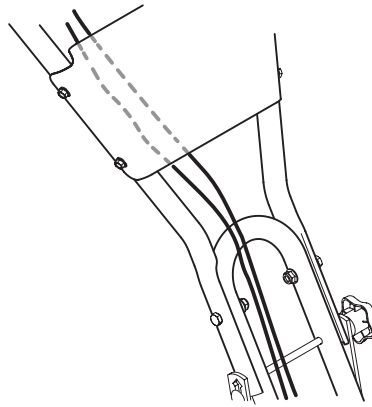

Figure 5
- Déballez soigneusement les câbles d'embrayage de leur position d'expédition. Pour fixer les câbles d'embrayage, faites passer les câbles à l'avant de la partie inférieure du guidon et derrière le levier. Voir la Figure 5.